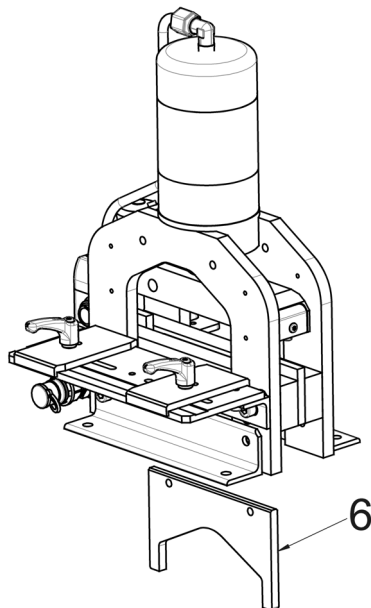

Bild 13: Ta bort kniven
- Ta sedan ur kniven på undersidan av kapenheten (bild 13, 6). Tänk på att kniven har vassa kanter.